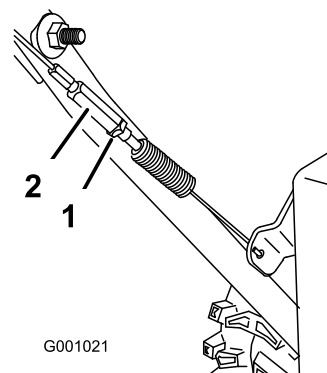

Рисунок 24
- Затяните контргайку (Рисунок 24).